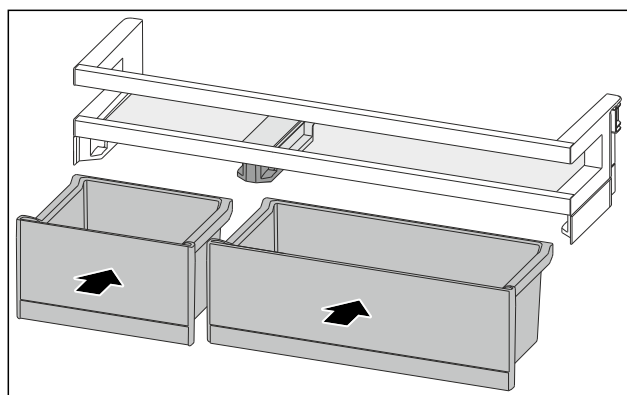

Fig. 79
- ▶ VarioBoxen in gewijzigde toewijzing plaatsen. (zie Fig. 79)